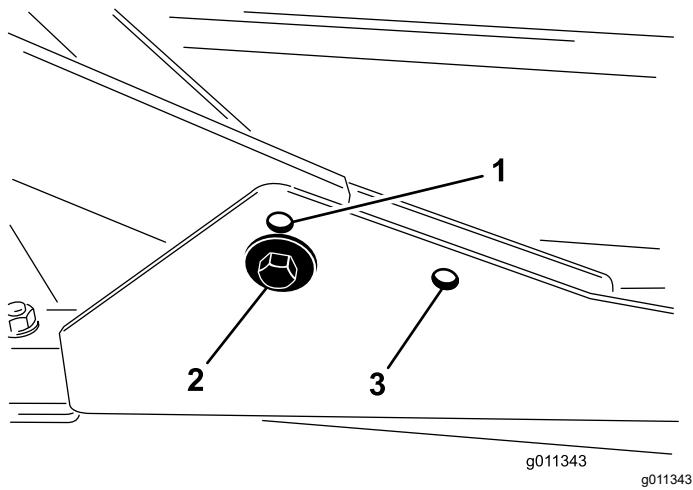

Figure 7
- Pour une hauteur de coupe de 2 à 7,6 cm (3/4 à 3 po), montez les bâts porteurs avant dans les trous inférieurs avant (Figure 7).
- Pour une hauteur de coupe de 6,3 à 10 cm (2½ à 4 po), montez les bâts porteurs avant dans les trous supérieurs avant (Figure 7).
Quelle que soit la hauteur de coupe, l'unité de coupe arrière doit être montée dans les trous de montage arrière (Figure 7).